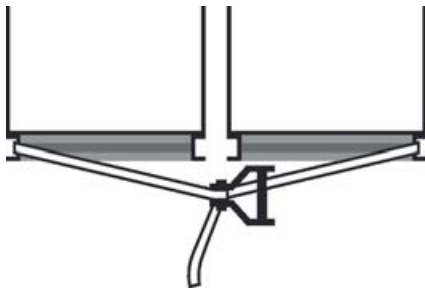

Abb. 15: Spanngurt anlegen
- 1 ▶ Einen Spanngurt an den Gerätegrundrahmen von 2 RLT-Bauteilen anlegen (Abb. 15).